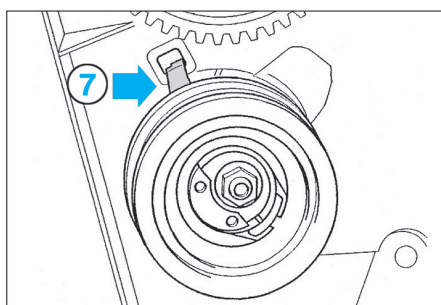

Fig. 16
Lors du remplacement de la courroie de distribution, remplacer également les galets. Veiller à engager l'ergot (7) du galet tendeur dans le carter distribution (Fig.16), ensuite à l'immobiliser comme lors de la dépose avec l'outil [3].